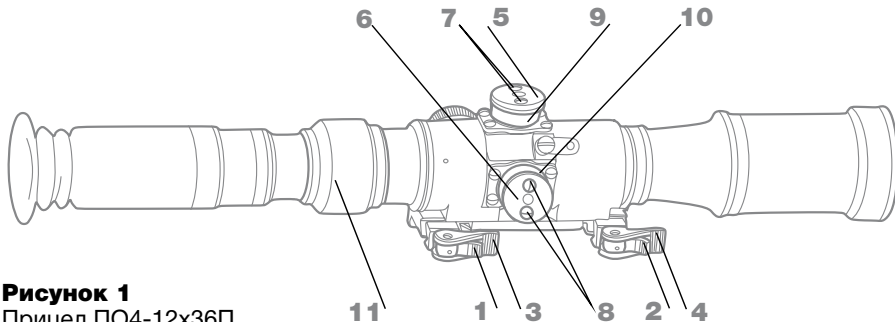

Рисунок 1
- поочередно нажать на фиксаторы 1, 2 (рисунок 1) и открыть (повернуть) рукоятки 3, 4;
- поочередно нажимая на фиксаторы 1, 2 (рисунок 1), открыть рукоятки 3, 4 на прицеле, установленном на посадочном месте;
- установить верхний маховичок 5 (рисунок 1) прицела на делении «1», боковой
- в противном случае, вывернуть на 1-2 оборота винты 7, 8 (рисунок 1) на верхнем и боковом маховичках, затем вращением этих маховичков (шкалы 9, 10 удерживать в начальном положении) совместить прицельный знак с точкой прицеливания открытого прицела;
- осторожно завернуть винты 7, 8 (рисунок 1) маховичков до отказа и повторно проверить совпадение прицельного знака сетки прицела с точкой прицеливания открытого прицела оружия. При необходимости выверку повторить;
Требуемое увеличение устанавливается вращением маховичка смены увеличения 11 (рисунок 1) по и против часовой стрелки. Увеличение изменяется равномерно во всем диапазоне.